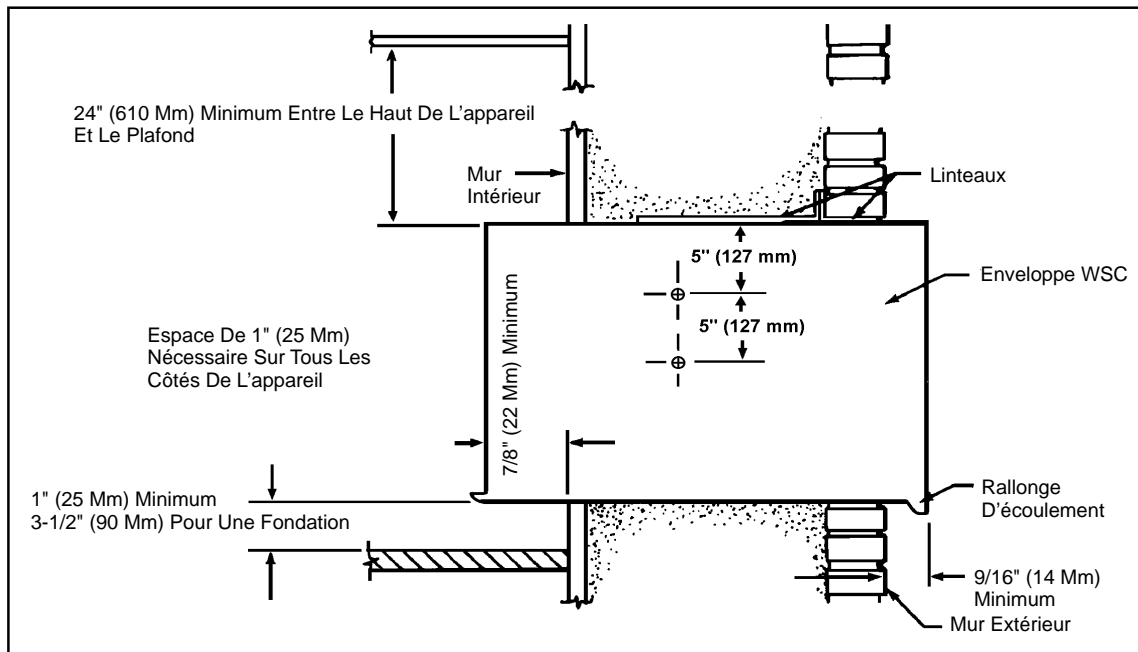

Figure 8
- Il faut allouer une distance de 1" (25 mm) sur tous les côtés entre l'appareil et le mur ou le sol. Quand une fondation est utilisée, il faut une distance minimum de 3-1/2" (90 mm) entre le sol et l'enveloppe. Pour minimiser les risques de cycles courts du compresseur, il faut avoir une distance d'au moins 24" (610 mm) entre le plafond et le haut de l'appareil (consulter la Figure 8).
- ÉTAPE 1** L'enveloppe WSC doit être mise en place de façon que la rallonge d'évacuation s'étende d'au moins 9/16" (1,5 mm) au-delà du mur externe (Figure 8).
- ÉTAPE 1** Après avoir déballé l'enveloppe WSC du carton, enlever le panneau avant ondulé. Mettre l'enveloppe WSC dans l'ouverture en suivant les instructions fournies dans Paramètres d'installation. Attacher l'enveloppe sur l'intérieur du mur avec deux vis n° 12A x 2" de chaque côté de l'enveloppe (Figure 8). Mettre des cales en haut de l'enveloppe, au milieu. Visser une vis n° 12A x 2 en haut de l'enveloppe, près des cales. Installer les vis de l'intérieur de l'enveloppe. Si l'ouverture n'a pas de cadre en bois, utiliser des boulons à coquille d'expansion ou des boulons à ailettes (pas fournis).